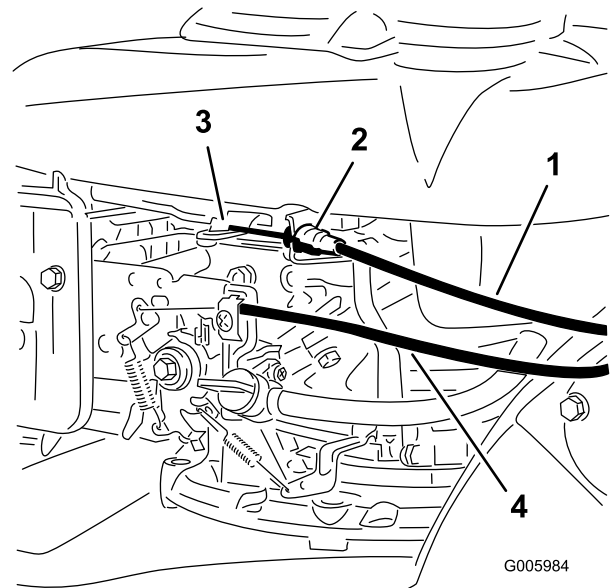
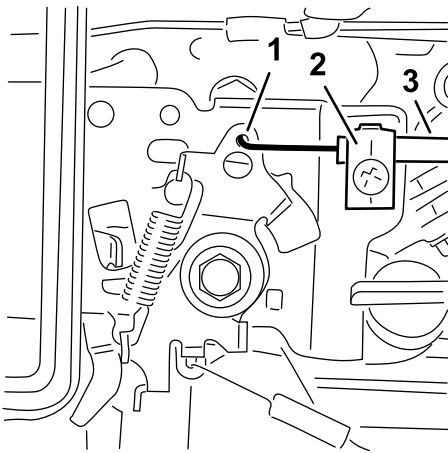

Bild 6
Bild 8
3. Verlegen Sie das Messerbremskabel außen um den Griff und schließen Sie das Kabelende an (Bild 6).
6. Verlegen Sie den Gaszug außen um den Griff, legen Sie den Kabelmantel in die Kabelklemme und befestigen Sie das Kabelende am Gasbedienungshebel am Motor (Bild 6 and Bild 8).